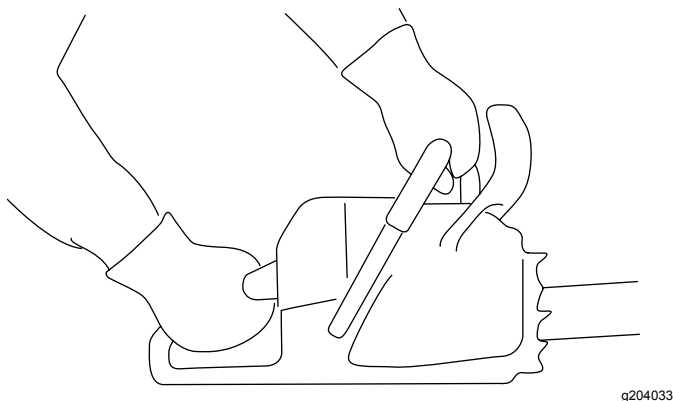

Figure 11
1. Tenez fermement la tronçonneuse à deux mains, la main gauche sur la poignée avant et la main droite sur la poignée arrière, comme montré à la **Figure 11**.
1. Tenez fermement la tronçonneuse comme montré à la **Figure 11**.
3. Tenez fermement la tronçonneuse comme montré à la Figure 11.
1. Tenez fermement la tronçonneuse comme montré à la Figure 11.